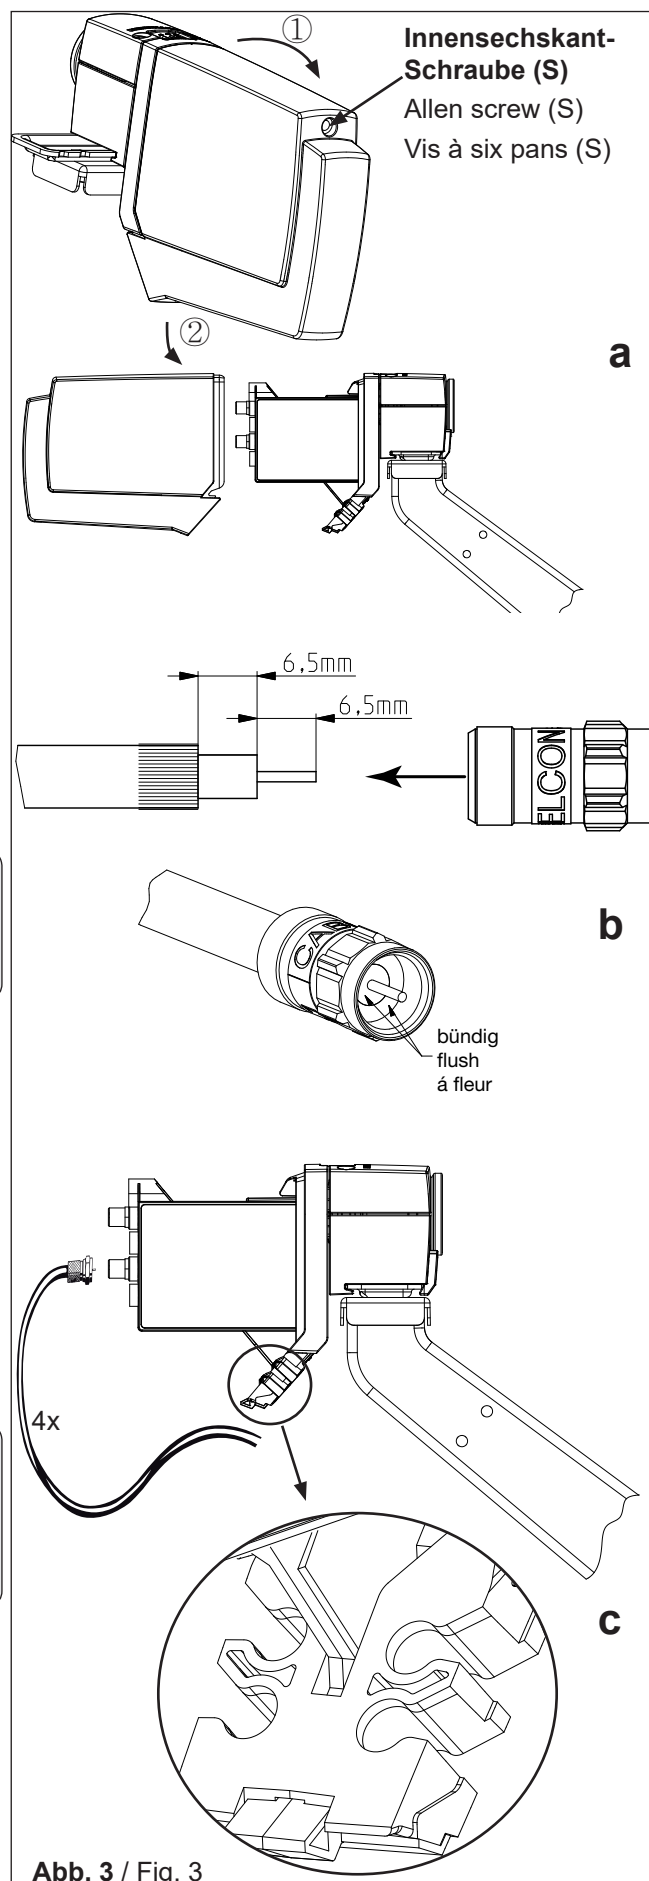

Abb. 3 / Fig. 3
Kabelanschluss (Abb. 3)
4. Angeschlossene Kabel nach vorne führen und seitlich in den Kabelhalter (siehe Vergrößerung in Abb. 3 unten) eindrücken.
5. Haube aufschieben, bis sie in die Nut eintaucht und im unteren Bereich einrastet. Innensechskant-Schraube (S) festziehen.
Cable connection (Fig. 3)
4. Lead the connected cable forwards and insert sideways into the cable fastening (see close-up in fig. 3 below).
5. Slide on the cover until it fits into the groove and locks in the bottom section. Tighten Allen screw (S).
Raccordement de câbles (Fig. 3)
4. Amener les câbles raccordés vers l'avant et les enfoncer latéralement dans le support de câbles (voir l'agrandissement au bas de la fig. 3).
5. Mettre en place le capot qui doit entrer dans la gorge et s'enclencher au bas. Serrer la vis à six pans creux (S).